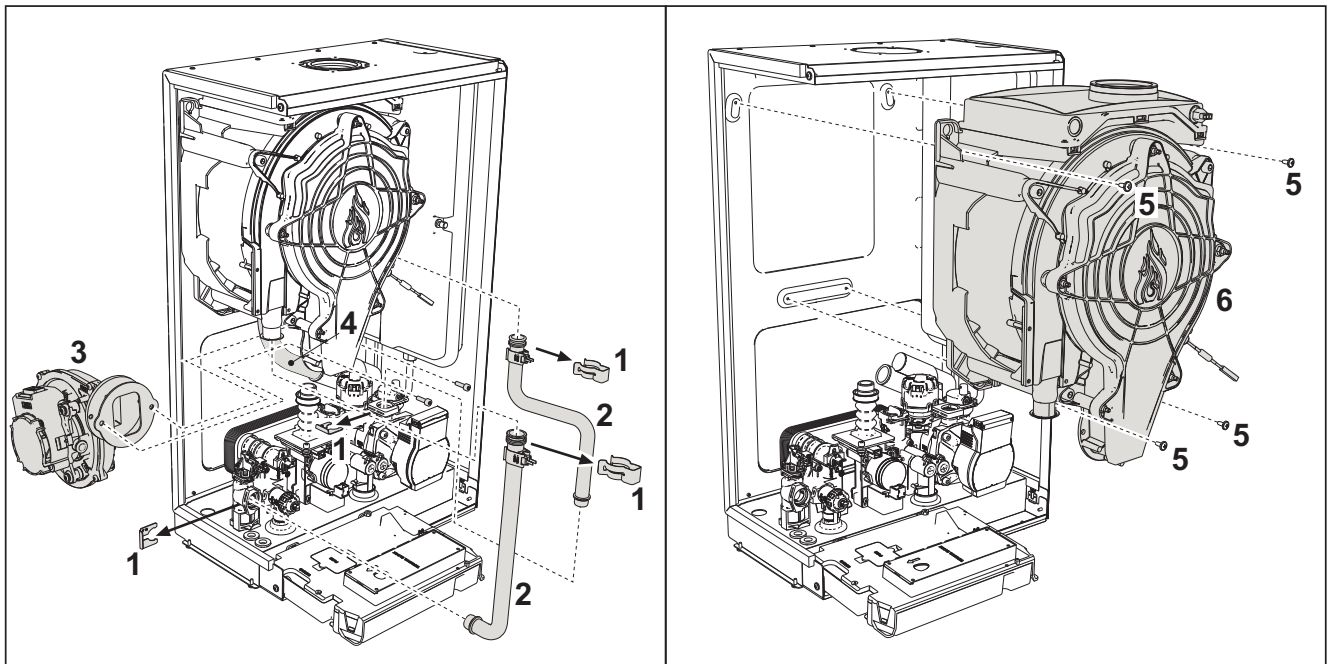

fig. 41- Intercambiador principal
- Quite los 2 tornillos **superiores** "5" que fijan el intercambiador al bastidor (fig. 41).
- Afloje los 2 tornillos **inferiores** "5" que fijan el intercambiador al bastidor (fig. 41).